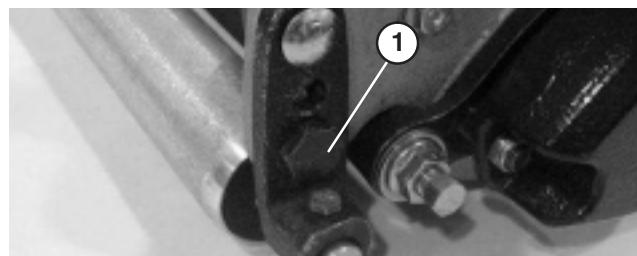

Figura 15
- Sujete el molinete firmemente sobre la pletina, y, manteniendo una presión firme sobre el rodillo trasero, gire el perno derecho inferior de montaje del rodillo (Fig. 15). Este perno de montaje tiene una excentricidad, y al girarse, actúa como leva para elevar o bajar el rodillo. Hay un punto identificativo de la excentricidad del perno. El punto indica en qué sentido se moverá el extremo derecho del rodillo al girar el perno, y debe estar siempre en la mitad trasera del arco, según muestra la figura 15.